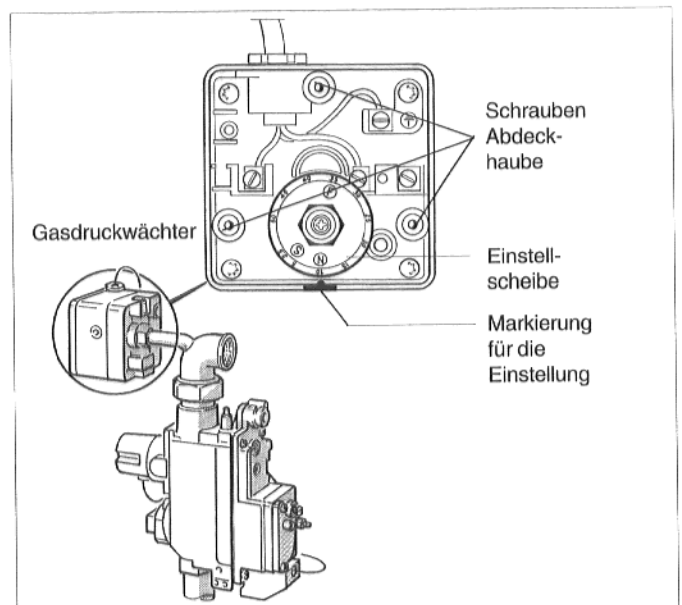

Abb.35: "Junkers" CE 423 I, Gasdruckwächter
- ★ Abdeckhaube des Gasdruckwächters durch Lösen der drei Schrauben entfernen (Abb. 35).
- ★ Gasdruckwächter auf die neue Gasart einstellen: S = Stadtgas, N = Erdgas, F = Flüssiggas (Abb. 35).